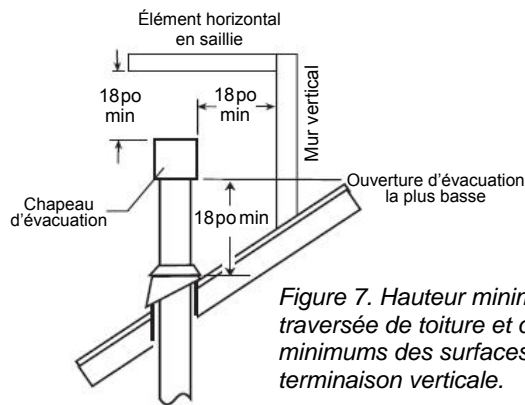

Figure 7. Hauteur minimale de traversée de toiture et dégagements minimums des surfaces adjacentes - terminaison verticale.
- HAUTEUR D'ÉVACUATION DES GAZ : En aucun cas une ouverture d'évacuation du chapeau ne doit être à moins de 18 po (457 mm) de distance horizontale/verticale de la surface du toit. Voir fig. 7.